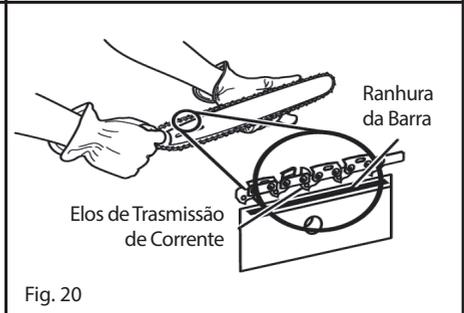

Fig. 20
6. Ao colocar a barra na máquina, certifique-se de que o botão está no orifício. Levante a ponta da barra para verificar se há curvatura (fig.20).